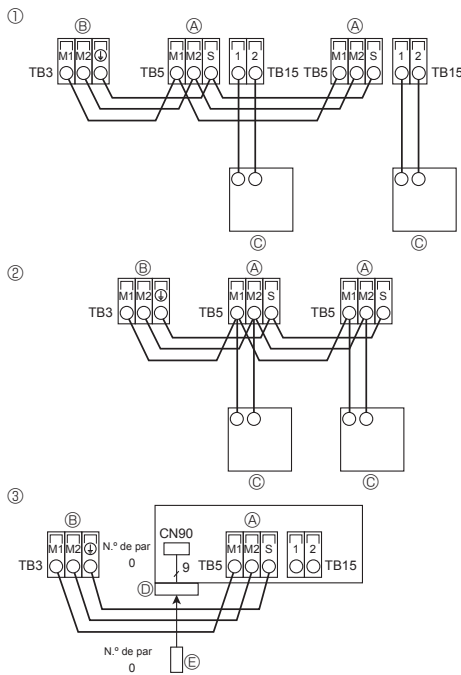

Fig. 5-8
5.4. Conexión de los cables de transmisión del mando a distancia y de las unidades exterior e interior (Fig. 5-8)